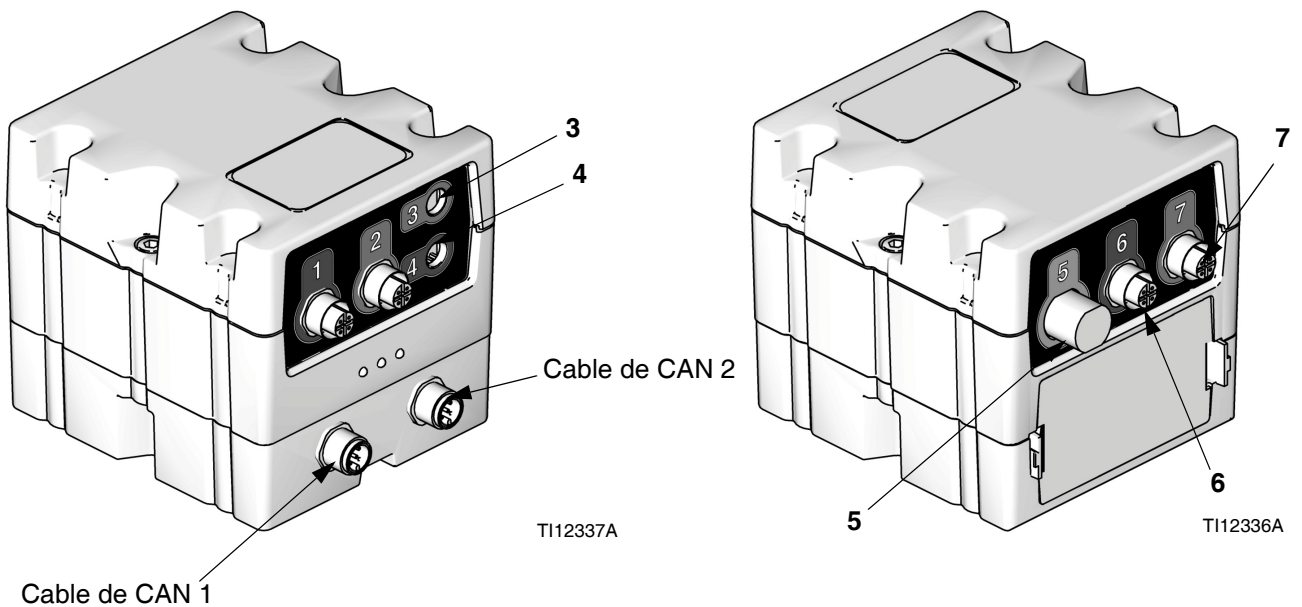

FIG. 7: Conexiones del sensor de FCM
- Módulo de control de fluido (K). Vea la FIG. 7, página Tabla 1.
3. Sustituya el cable existente entre el sensor de bidón vacío (EE) y el conector de FCM (vea FIG. 7, página 13) con el cable divisor de sensor de bidón vacío/nivel bajo.